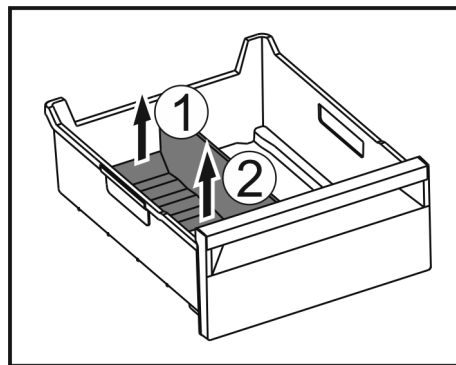

Fig. 211
- Zvedněte zadní část přepážky přihrádky na led. Fig. 211 (1)
- Přepážku přihrádky na led vyjměte nahoru. Fig. 211 (2)